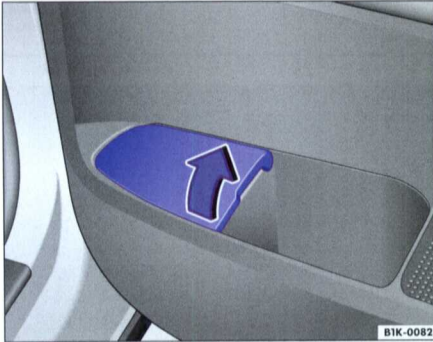

Fig. 76 Cendrier arrière
– Pour ouvrir le cendrier situé dans la porte arrière droite, soulevez le couvercle dans le sens de la flèche ⇒ fig. 76. Pour le fermer, abaissez le couvercle dans le sens opposé à la flèche.